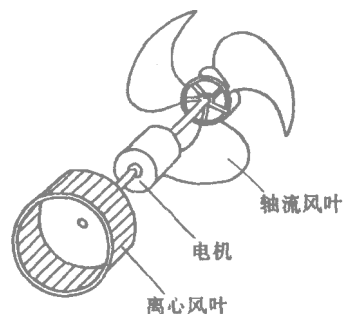

图 1-4 一个电机驱动两个风扇示意图
②轴流风叶 20 世纪 80 年代多采用铝合金材料制成，90 年代后多采用 ABS 塑料注塑成型 叶片呈螺旋桨形状 扇叶 3 片—5 片 见图 1-4 所示。